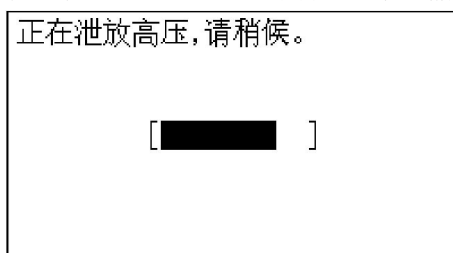
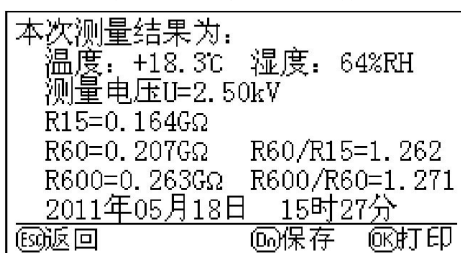
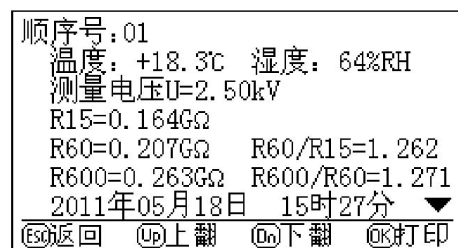
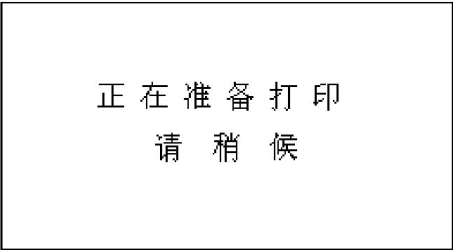

图 11
图 12
图 14
图 16
高电压，出现高压泄放提示界面，如图 11。待电压泄放完毕后，出现本次测量的结果界面，如图 12 所示。可将其打印、存储。
测量且存储的各组数据，如图 14 所示，可根据显示屏下方的按键功能提示进行上翻页、下翻页、数据打印等操作。
4.5 在图 12 或在图 14 界面下可进行该次测量数据的打印操作。打印机面板上有按键和指示灯，灯亮表示打印机在线，反之表示离线。在线状态下打印机才能打印。操作按键可使打印机选择在线或离线状态、进行自检测或走纸等不同工作。
4.6 在图 12 或在图 14 界面下按 OK 键，若打印机此时处于在线状态，则出现图 16 所示界面，开始打印。若打印机处于离线状态，